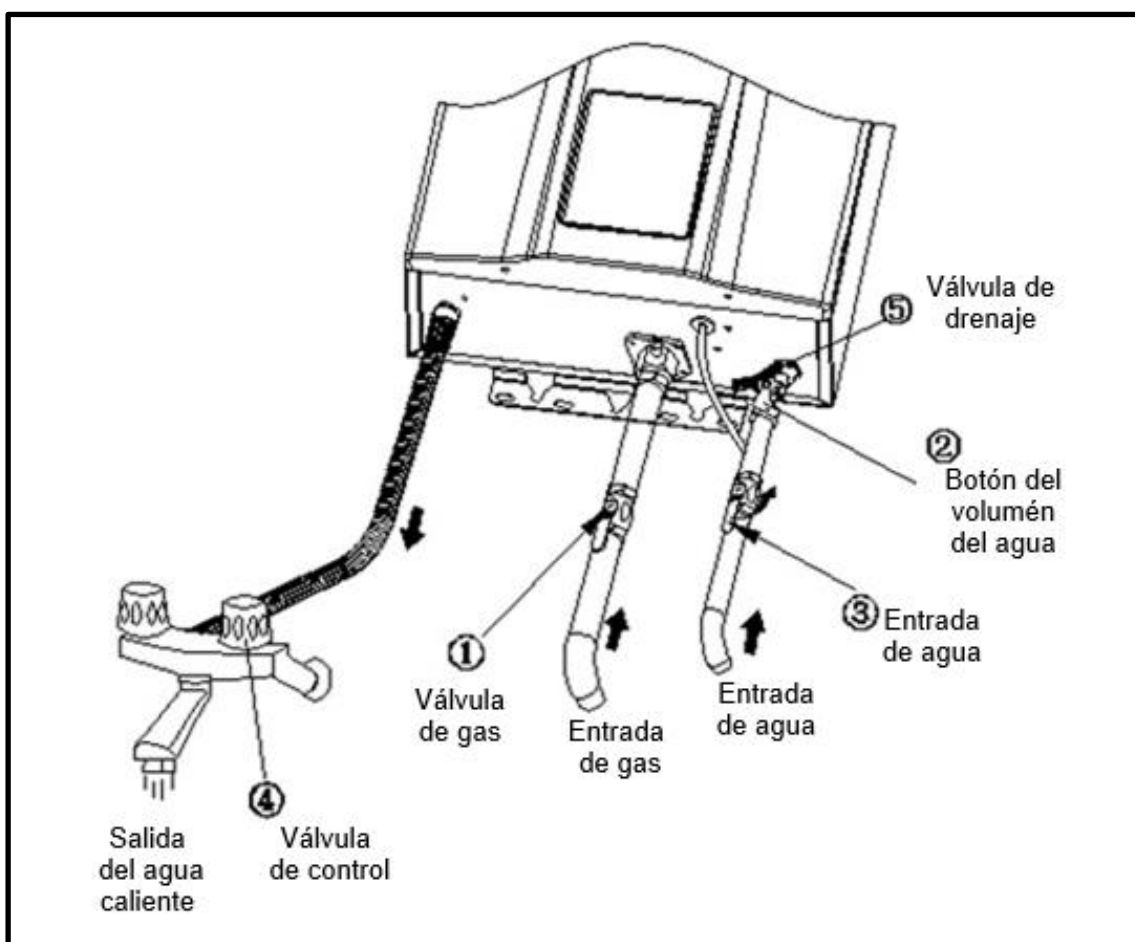

Fig. 14
1. Vacíe el agua residual del interior del calentador para evitar que se congele el agua después de cada uso cuando la temperatura ambiente esté próxima o bajo 0°C. Proceder según instrucciones (Fig. 14)
2. Cierra la válvula de paso de agua ①
3. Gire el control de temperatura a la posición de nivel "bajo" ②, o girar el botón de volumen de agua a la posición de nivel "alto".
4. Cierra la válvula de paso de agua fría ③; si la válvula está instalada en el circuito de agua caliente, deberá abrirse.
5. Si existe una válvula de control ④ en la salida de agua caliente, deberá abrirse.
6. Gire la válvula de vaciado ⑤ y vacíe toda el agua. Una vez vaciada toda el agua residual, sustituya por agua limpia.